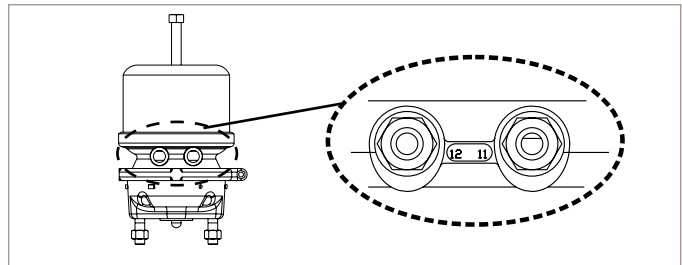

FIGURA 45 - DESIGNACIONES DE LOS PUERTOS
5.4.4 Liberación del aire de las cámaras de los frenos usando la válvula de control de aire montada en el tablero. Después de drenar toda la presión de aire del sistema, desconecte las mangueras de aire de la cámara de los frenos. Mientras sostiene la cámara de los frenos en su posición, quite y deseche las tuercas de montaje de la cámara de los frenos (figura 45, flecha marcada "B"). Quite la cámara de los frenos.